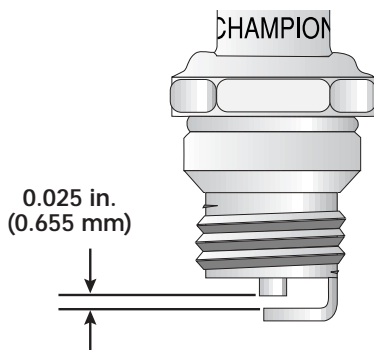

Fig. 47
3. Cambie las bujías que estén rajadas, sucias o deterioradas. Fije la separación de aire a 0.025 pulgadas (0.655 mm) utilizando un calibre (Fig. 47).